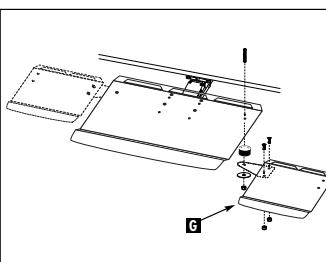
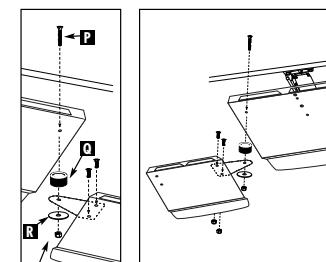
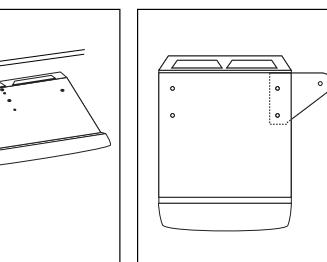

Figure 5
Figure 6
Figure 7
The Mouse System may be mounted to the right or left side of the Keyboard Manager Platform (Figure 5). With a Phillips Screwdriver and a Crescent Wrench secure the Mouse Tray with (1) Mouse Tray Screw (P), (1) Mouse Spacer (Q), (1) Large Washer (R) and (1) Lock Nut (S) as illustrated in (Figure 6). If the Mouse System is being mounted to the right side of the platform, make sure that the hole in the mouse tray is facing left with the rounded end of the tray at the front. If it is being mounted to the left side, make sure that the hole in the mouse tray is facing right with the rounded end of the tray at the front, see (Figure 7).
9. Reposez-poignets (E) et le tapis de souris (I) sur le bras de support (Figure 5). Assurez-vous que le bras de support est bien installé sur le dessus de la plate-forme (Figure 6).
10. Repose-poignets (E) et le tapis de souris (I) sont maintenant sur le bras de support. Retirez le bouton protecteur de la plate-forme pour révéler le bouton de la souris. Installez le bouton de la souris et fermez le bouton. Le bouton de la souris est maintenant sur le bras de support (Figure 7).
9. Repose-poignets (E) et le tapis de souris (I) sur le bras de support (Figure 5). Assurez-vous que le bras de support est bien installé sur le dessus de la plate-forme (Figure 6).